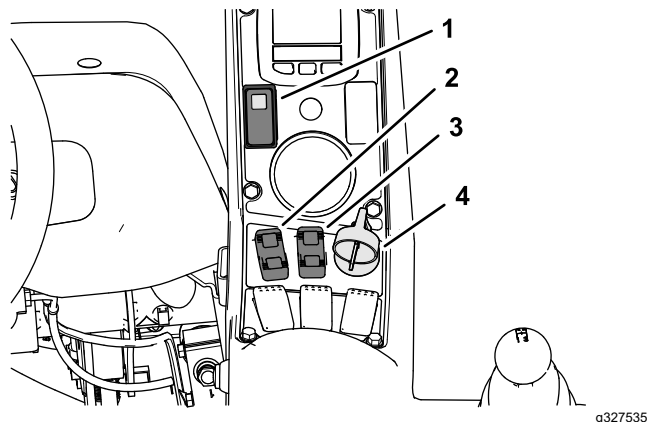
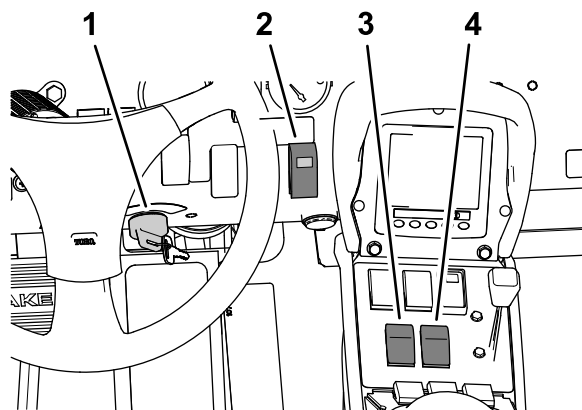
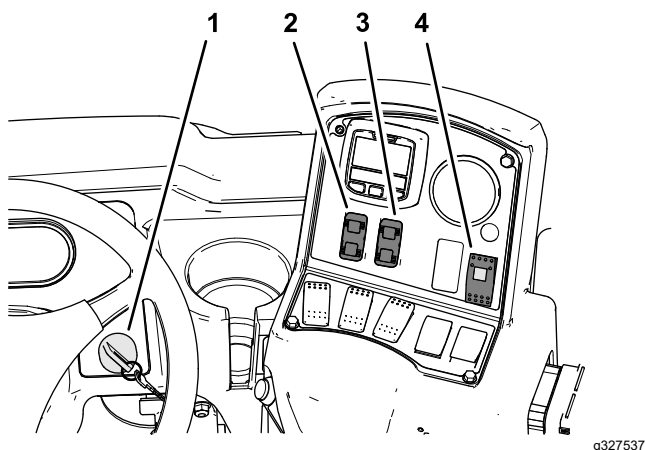

図 41
図 42
図 43
4. ソニックブームのスイッチを ON にする図 41、図 42または図 43。